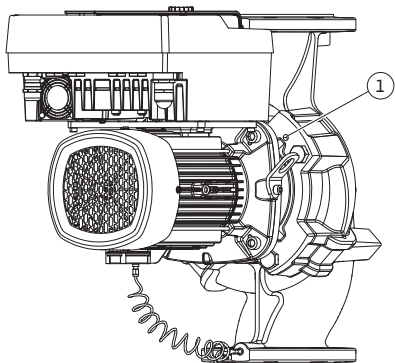

Fig. 10: Vytlačení smontované jednotky závitovými otvory
- Vytlačte smontovanou jednotku (viz Fig. 4) ze skříně čerpadla. V závislosti na typu čerpadla (viz Fig. I až Fig. IV) existují dva různé přístupy. U typu čerpadla (Fig. III a Fig. IV) povolte šrouby (poz. 29). Použijte dva závitové otvory vedle něj (Fig. 10, poz. 1) a použijte vhodné šrouby, které si zajistí zákazník (např. M10 x 25 mm). U typu čerpadla (Fig. I a Fig. II) použijte dva závitové otvory M10 (Fig. 104). Použijte vhodné šrouby, které si zajistí zákazník (např. M10 x 20 mm). K vytlačení lze použít také drážky (Fig. 104, poz. 2).